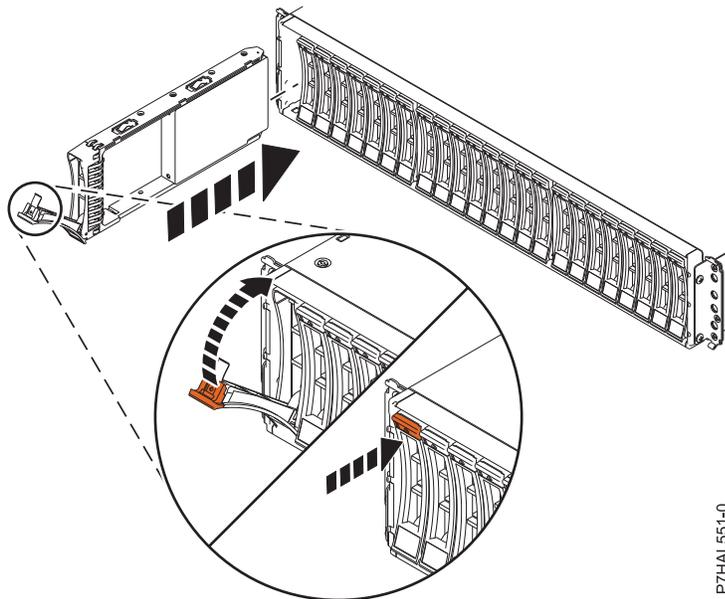

Figura 55. Instalación o sustitución de la unidad de disco en el Alojamiento de unidad de disco 5887
3. Con el asa en la posición de desbloqueo, como se muestra en Figura 55 en la página 55, sostenga la unidad por la parte inferior mientras la alinea con los rieles de guía de la unidad de expansión.
7. Bloquee la unidad girando el asa de la bahía (A) en la dirección que se muestra en la Figura 55.